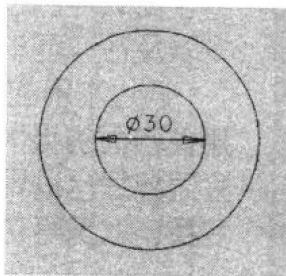

图 1-3 绘制圆形
5. 绘制圆形。再次利用相同方法，绘制一个直径为 30（本书未注明长度的单位，一律是 mm）的同心圆，效果如图 1-3 所示。